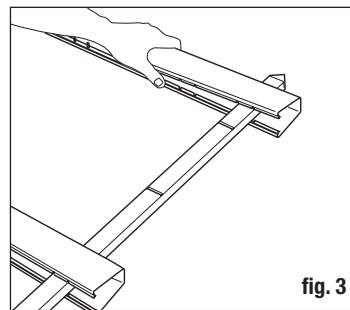

fig. 3
- Continue to push the picket through the bottom rail into the throat and hole of the second rail (fig. 3). The second rail becomes the top rail of the assembly. Stop when the tab in the bottom rail and the notch on the picket align. **DO NOT SNAP INTO PLACE.**
- Continúe empujando la estaca a través del pretil inferior en la estricción y orificio del segundo pretil (fig. 3). El segundo pretil se convierte en el pretil superior del ensamblado. Deténgase cuando la pestaña en el pretil inferior y la muesca de la estaca lleguen a alinearse. **NO DESLICE PRESIONANDO PARA QUE QUEDE EN SU LUGAR.**